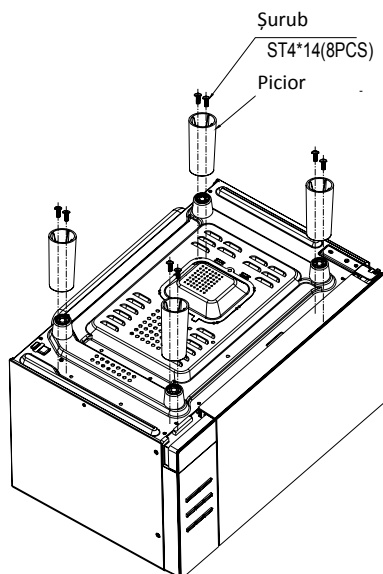

Fig 1
- b) Instalați picioarele cu șuruburi autoblocante, așa cum este indicat în Fig. 1.